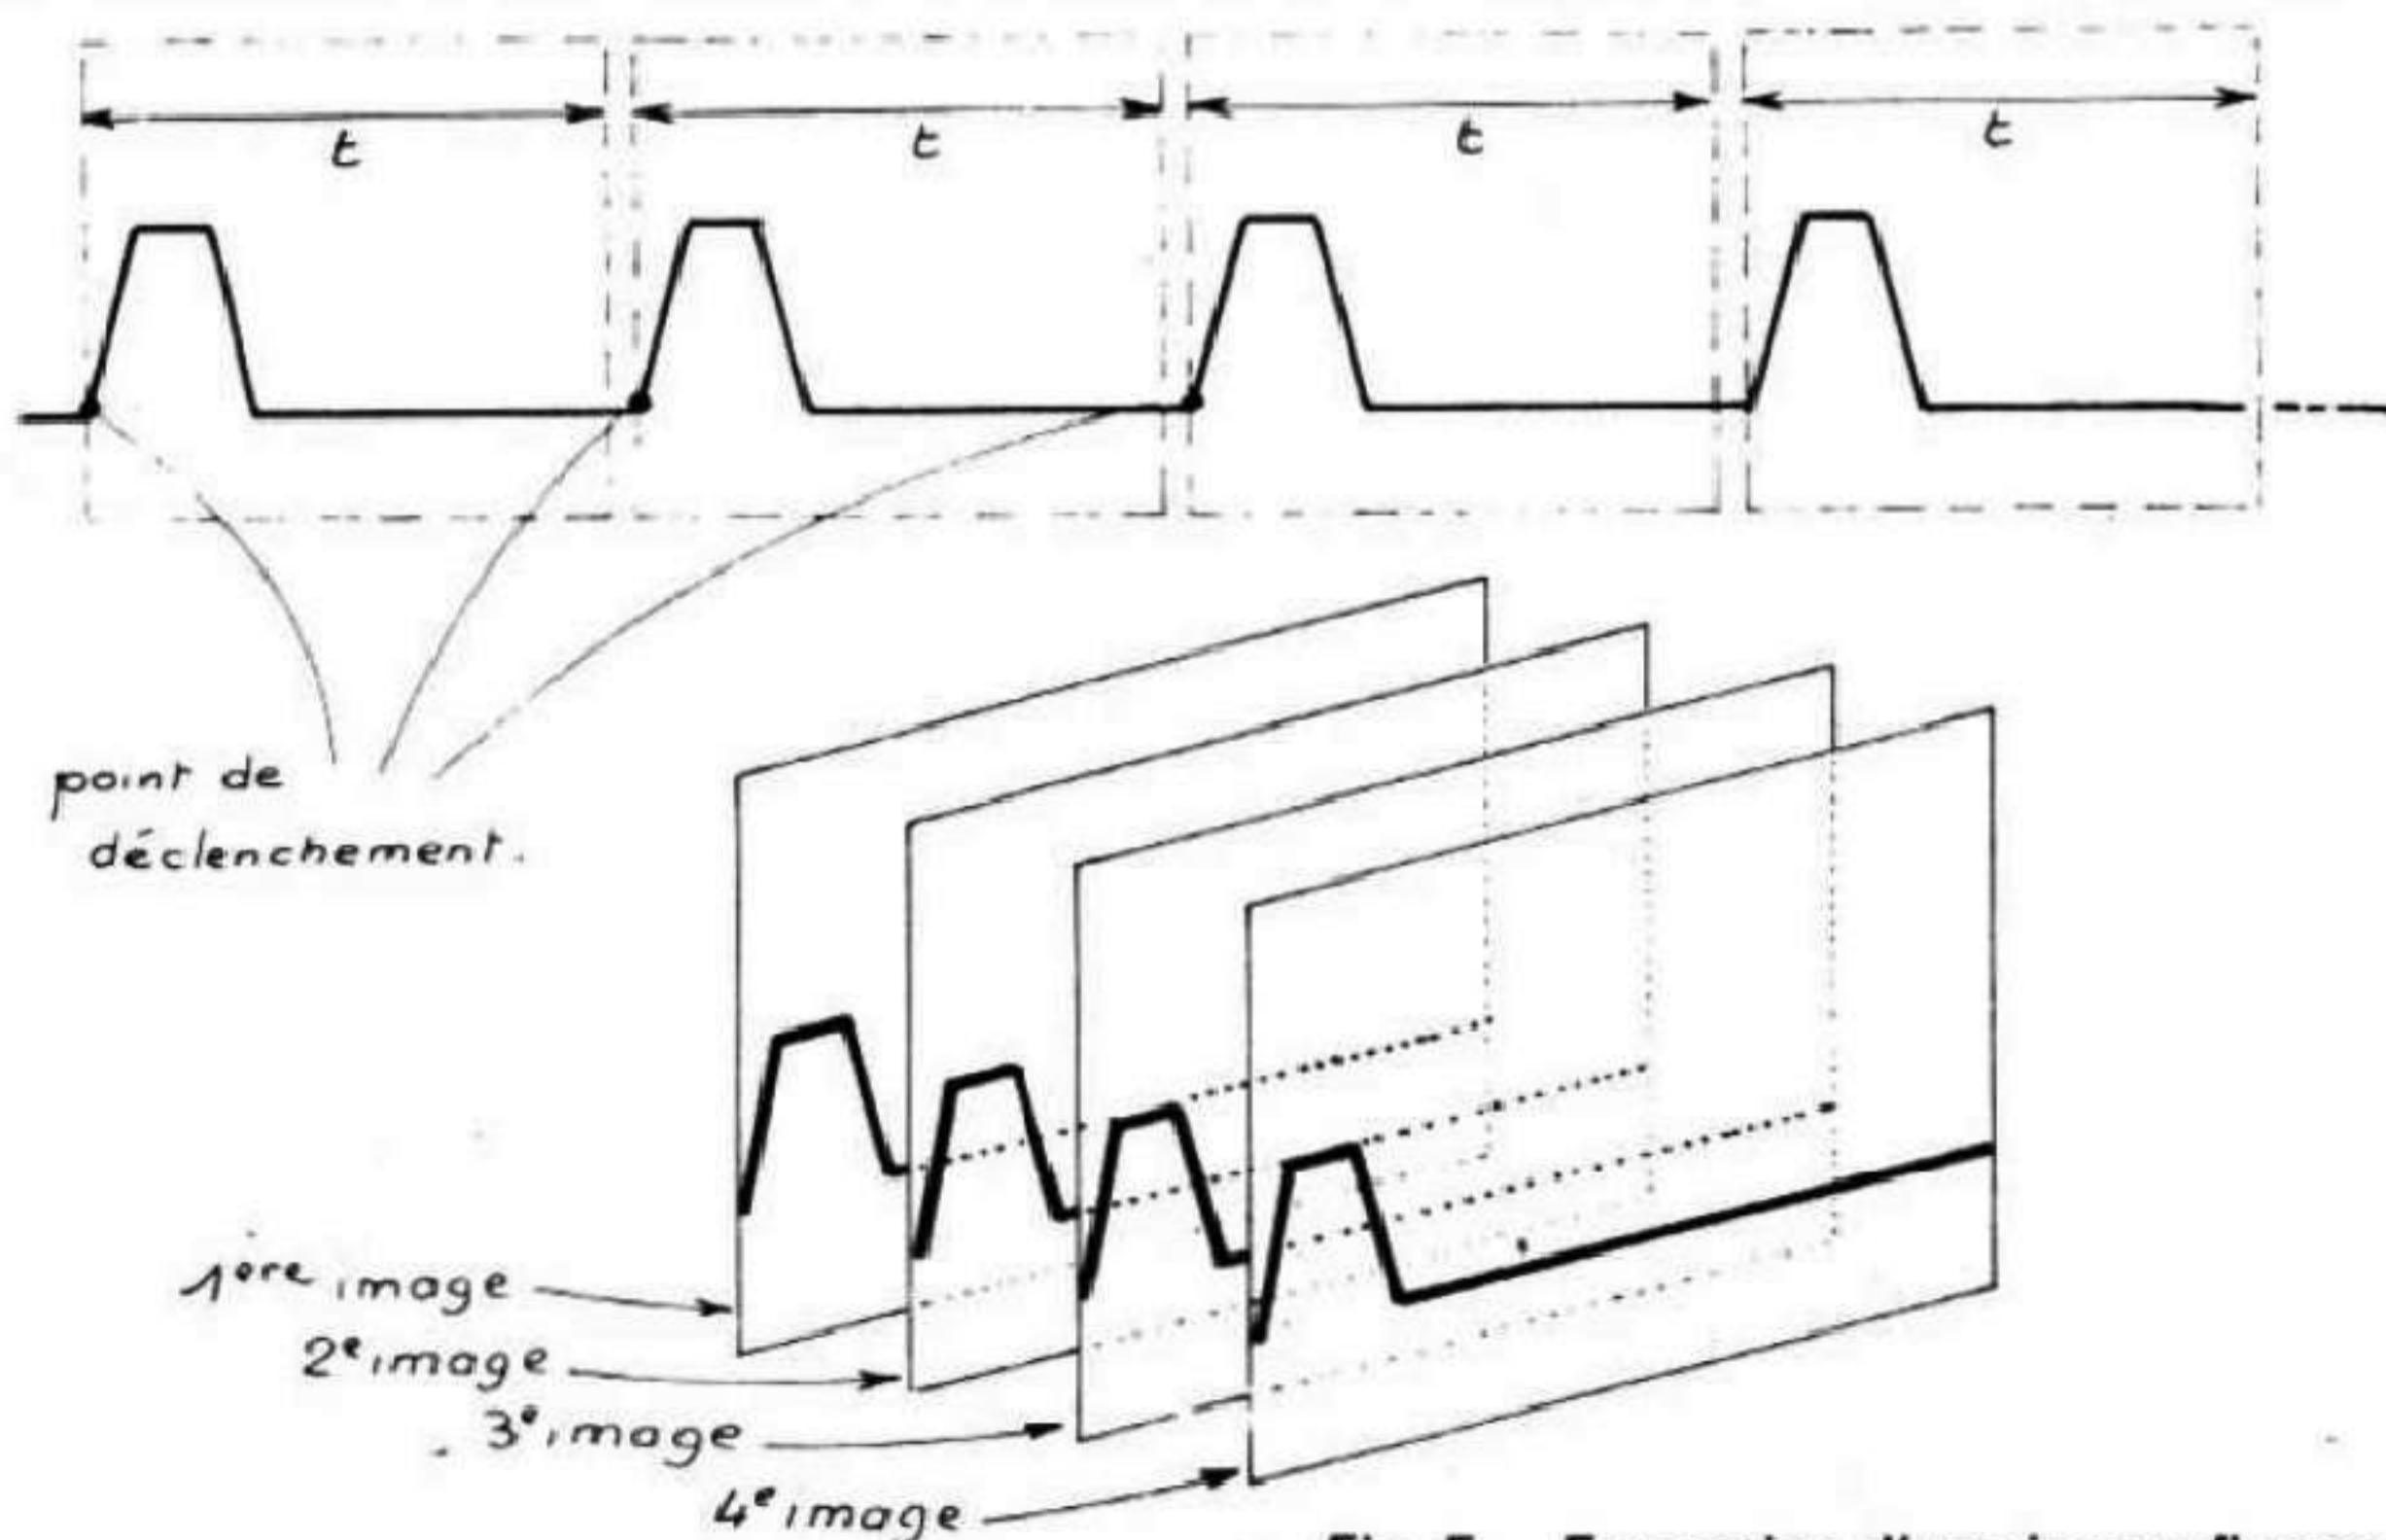

Fig. 5. - Formation d'une image fixe sur l'écran.
Le phénomène peut alors s'illustrer selon la figure 5. Dans les conditions représentées, les traces successives vont se superposer et l'observateur verra une image fixe. Mais pour en arriver là, il faut que certaines conditions soient bien remplies :
- Le phénomène observé doit être périodique, c'est-à-dire se répéter identique à lui-même, à intervalles de temps constants (la période !). C'est le cas de la figure 5, évidemment.